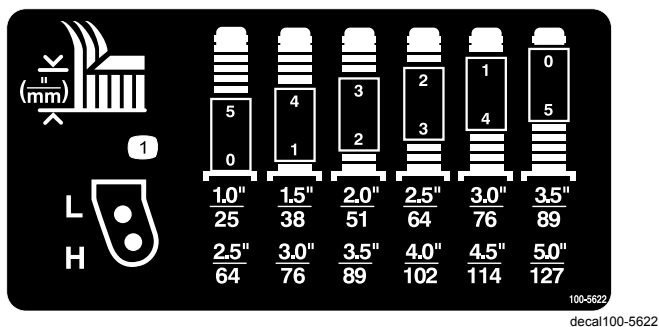
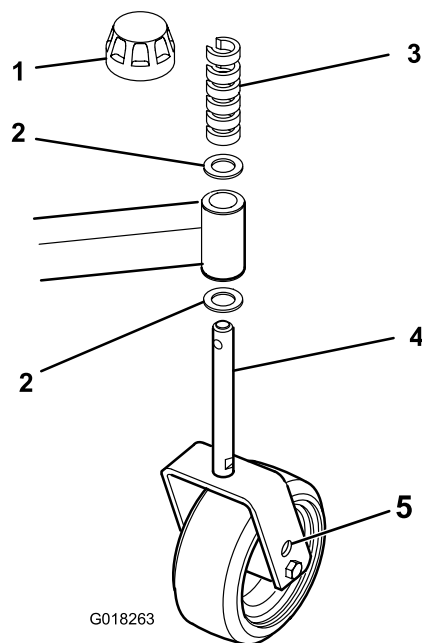

Bild 8
Bild 9
2. Stecken Sie die Laufradachsen in allen Laufradgabeln in die gleichen Löcher. Ermitteln Sie die richtigen Löcher für die Einstellung mit Bild 7, Bild 8 und Bild 9.
Ermitteln Sie die Kombination der Distanzstücke für die Einstellung mit Bild 8.
- Nehmen Sie die Spannkappe von der Spindelwelle ab (Bild 9).